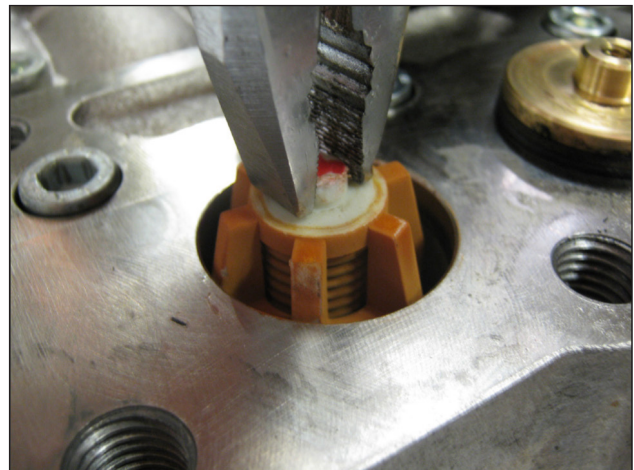

Fig. 18
- Extraia os grupos da válvula de aspiração e de fluxo da bomba KT24-28-30-32- WK155-WK6 e grupos da válvula de fluxo KT 36-40-WK8, usando uma ferramenta simples, conforme indicado na (Fig. 18); uma ferramenta simples, conforme indicado na (Fig. 18);